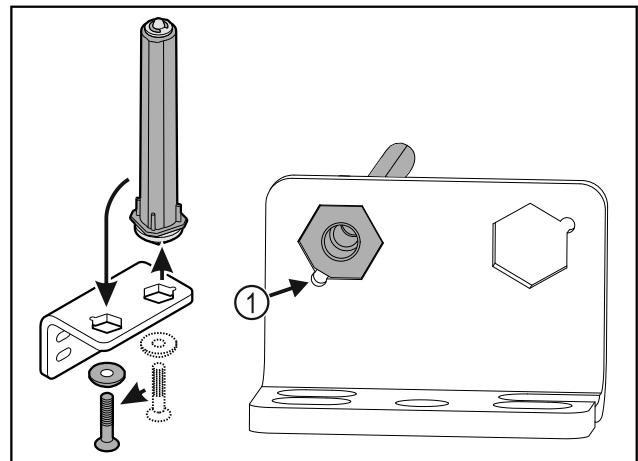

Fig. 37
- Verificare che durante l'inserimento lo smusso del perno Fig. 37 (1) sia rivolto verso il foro circolare.